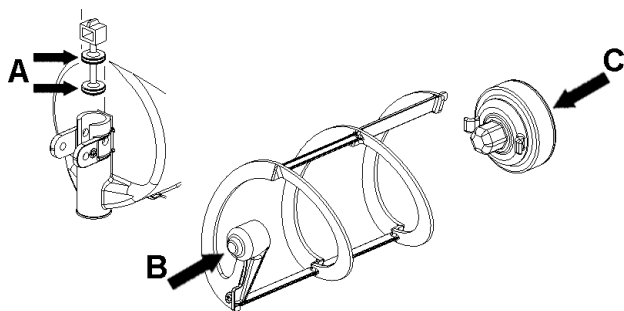

figura 11
- 2 Lubrificare il pistone rubinetto, il raschiatore esterno e il rotore magnetico esterno (nei punti A, B e C indicati in figura 11) utilizzando esclusivamente il grasso fornito dal fabbricante o altro **grasso per uso alimentare**.